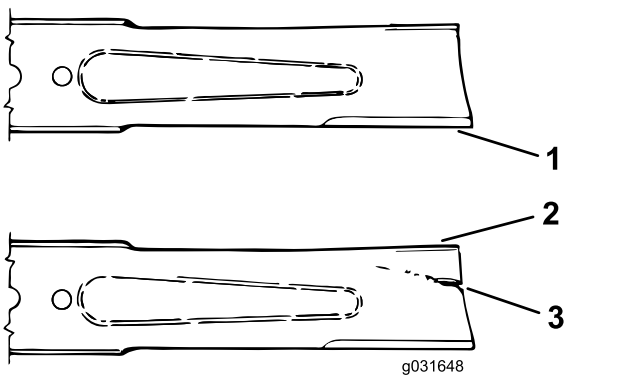

図 71
3. ブレードの切っ先を注意深く観察、特に、直線部と曲線部が交わる部分をよく観察する 図 71。